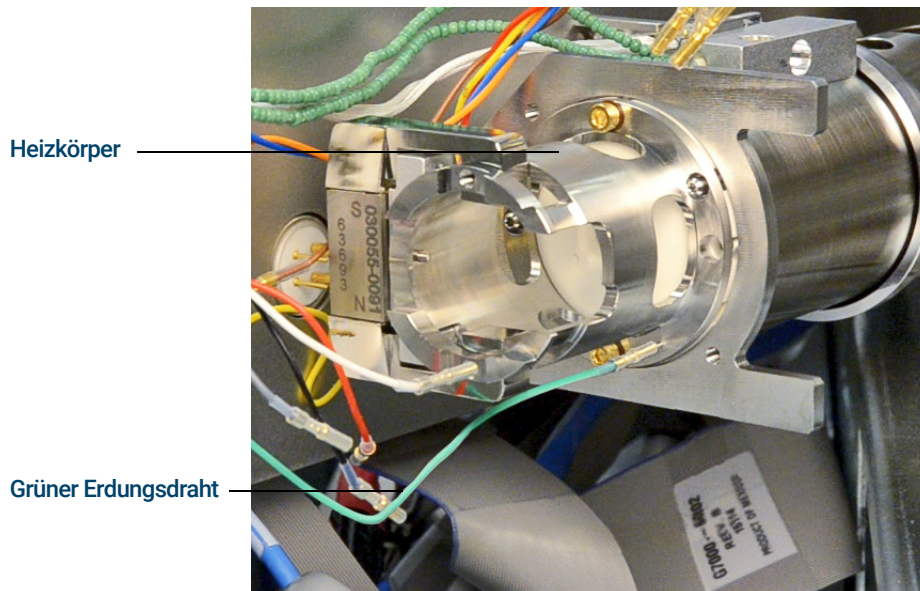

Abbildung 75. CI-Quellen-Heizkörper
- 2 Entfernen Sie den grünen Erdungsdraht vom Heizkörper. (Siehe **Abbildung 75**.)